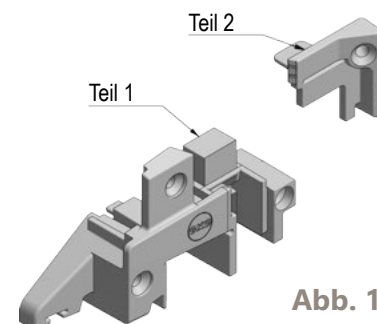
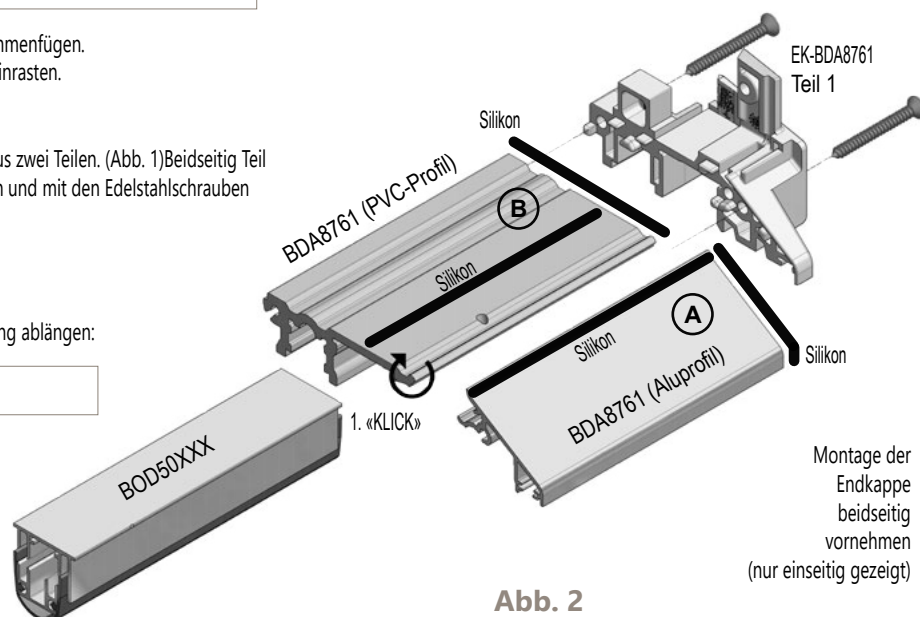

Abb. 1
Abb. 2
- Jetzt das Aluminiumprofil (A) und Kunststoffprofil (B) zusammenfügen. Dazu werden die Teile ineinander gedreht bis sie hörbar einrasten. Dafür ist etwas Kraftaufwand notwendig. (Abb.2)
- Die Endkappe EK-BDA8761 für das Adapterprofil besteht aus zwei Teilen. (Abb. 1) Beidseitig Teil 1 der Endkappen EK-BDA8761 zum Adapterprofil abdichten und mit den Edelstahlschrauben montieren. (Abb. 2)